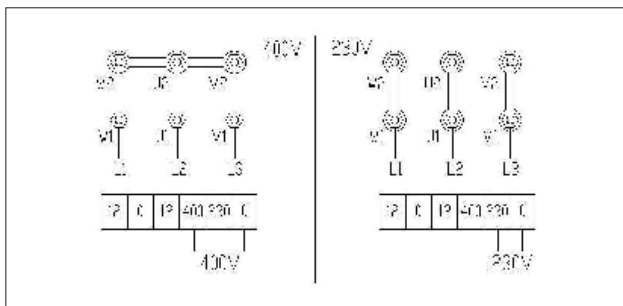

Figura 7
- Para fonte de alimentação trifásica de 230V, ajuste o transformador de controle e o fio de conexão do motor (Figura 7)